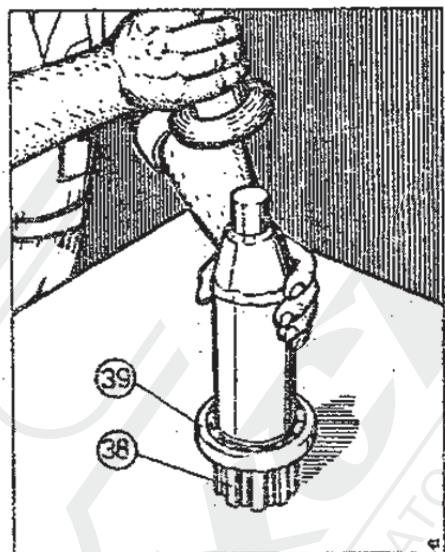

Рис. 2-40. Вдавливание шарикоподшипника 30 на валик 38.
10. Вдавить с помощью втулки шарикоподшипник 6213 /поз 39/ на валик 38 /рис. 2-40/.